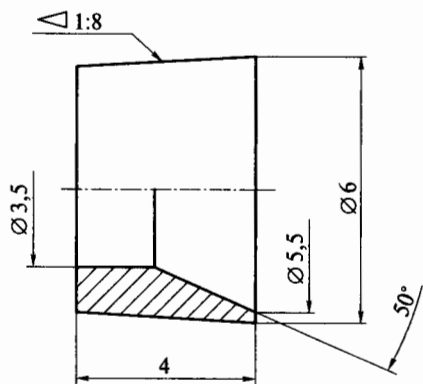

Рис. 5.9. Колпачок с коническим отверстием
20. Опишите последовательность выполнения работ при изготовлении колпачка с коническим отверстием (рис. 5.9) для разметочного циркуля. Укажите применяемые при этом инструменты и приспособления и определите режимы резания для выполнения каждой операции.